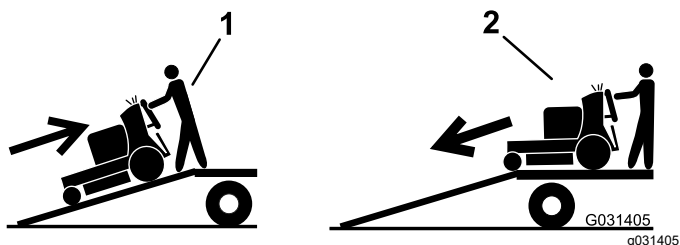

Figura 25
5. Suba la máquina por la rampa en marcha atrás (Figura 25).